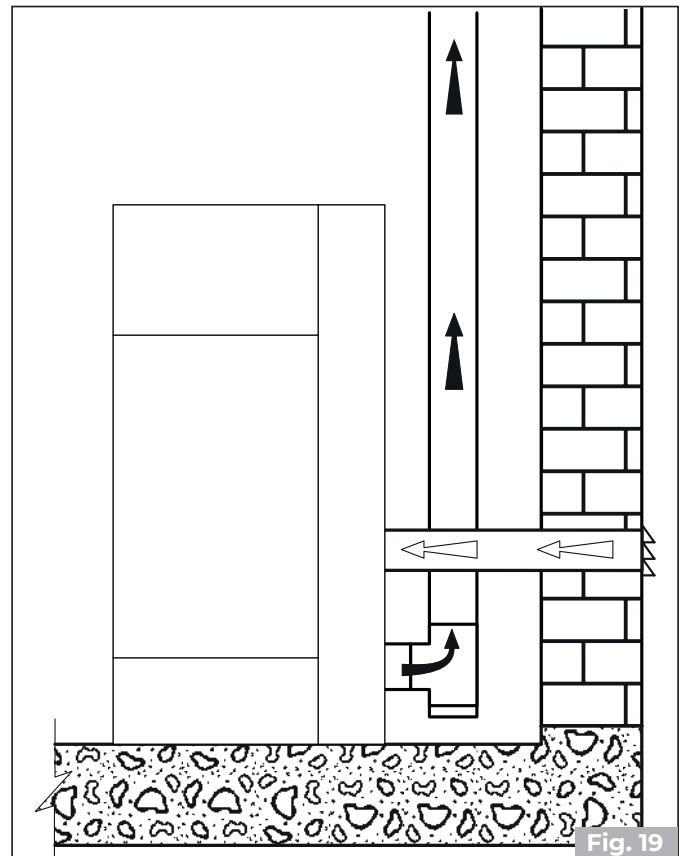

Fig. 19
- collegare l'ingresso dell'aria comburente dell'apparecchio alla presa d'aria con un apposito condotto (**Fig. 17 - Fig. 19**).